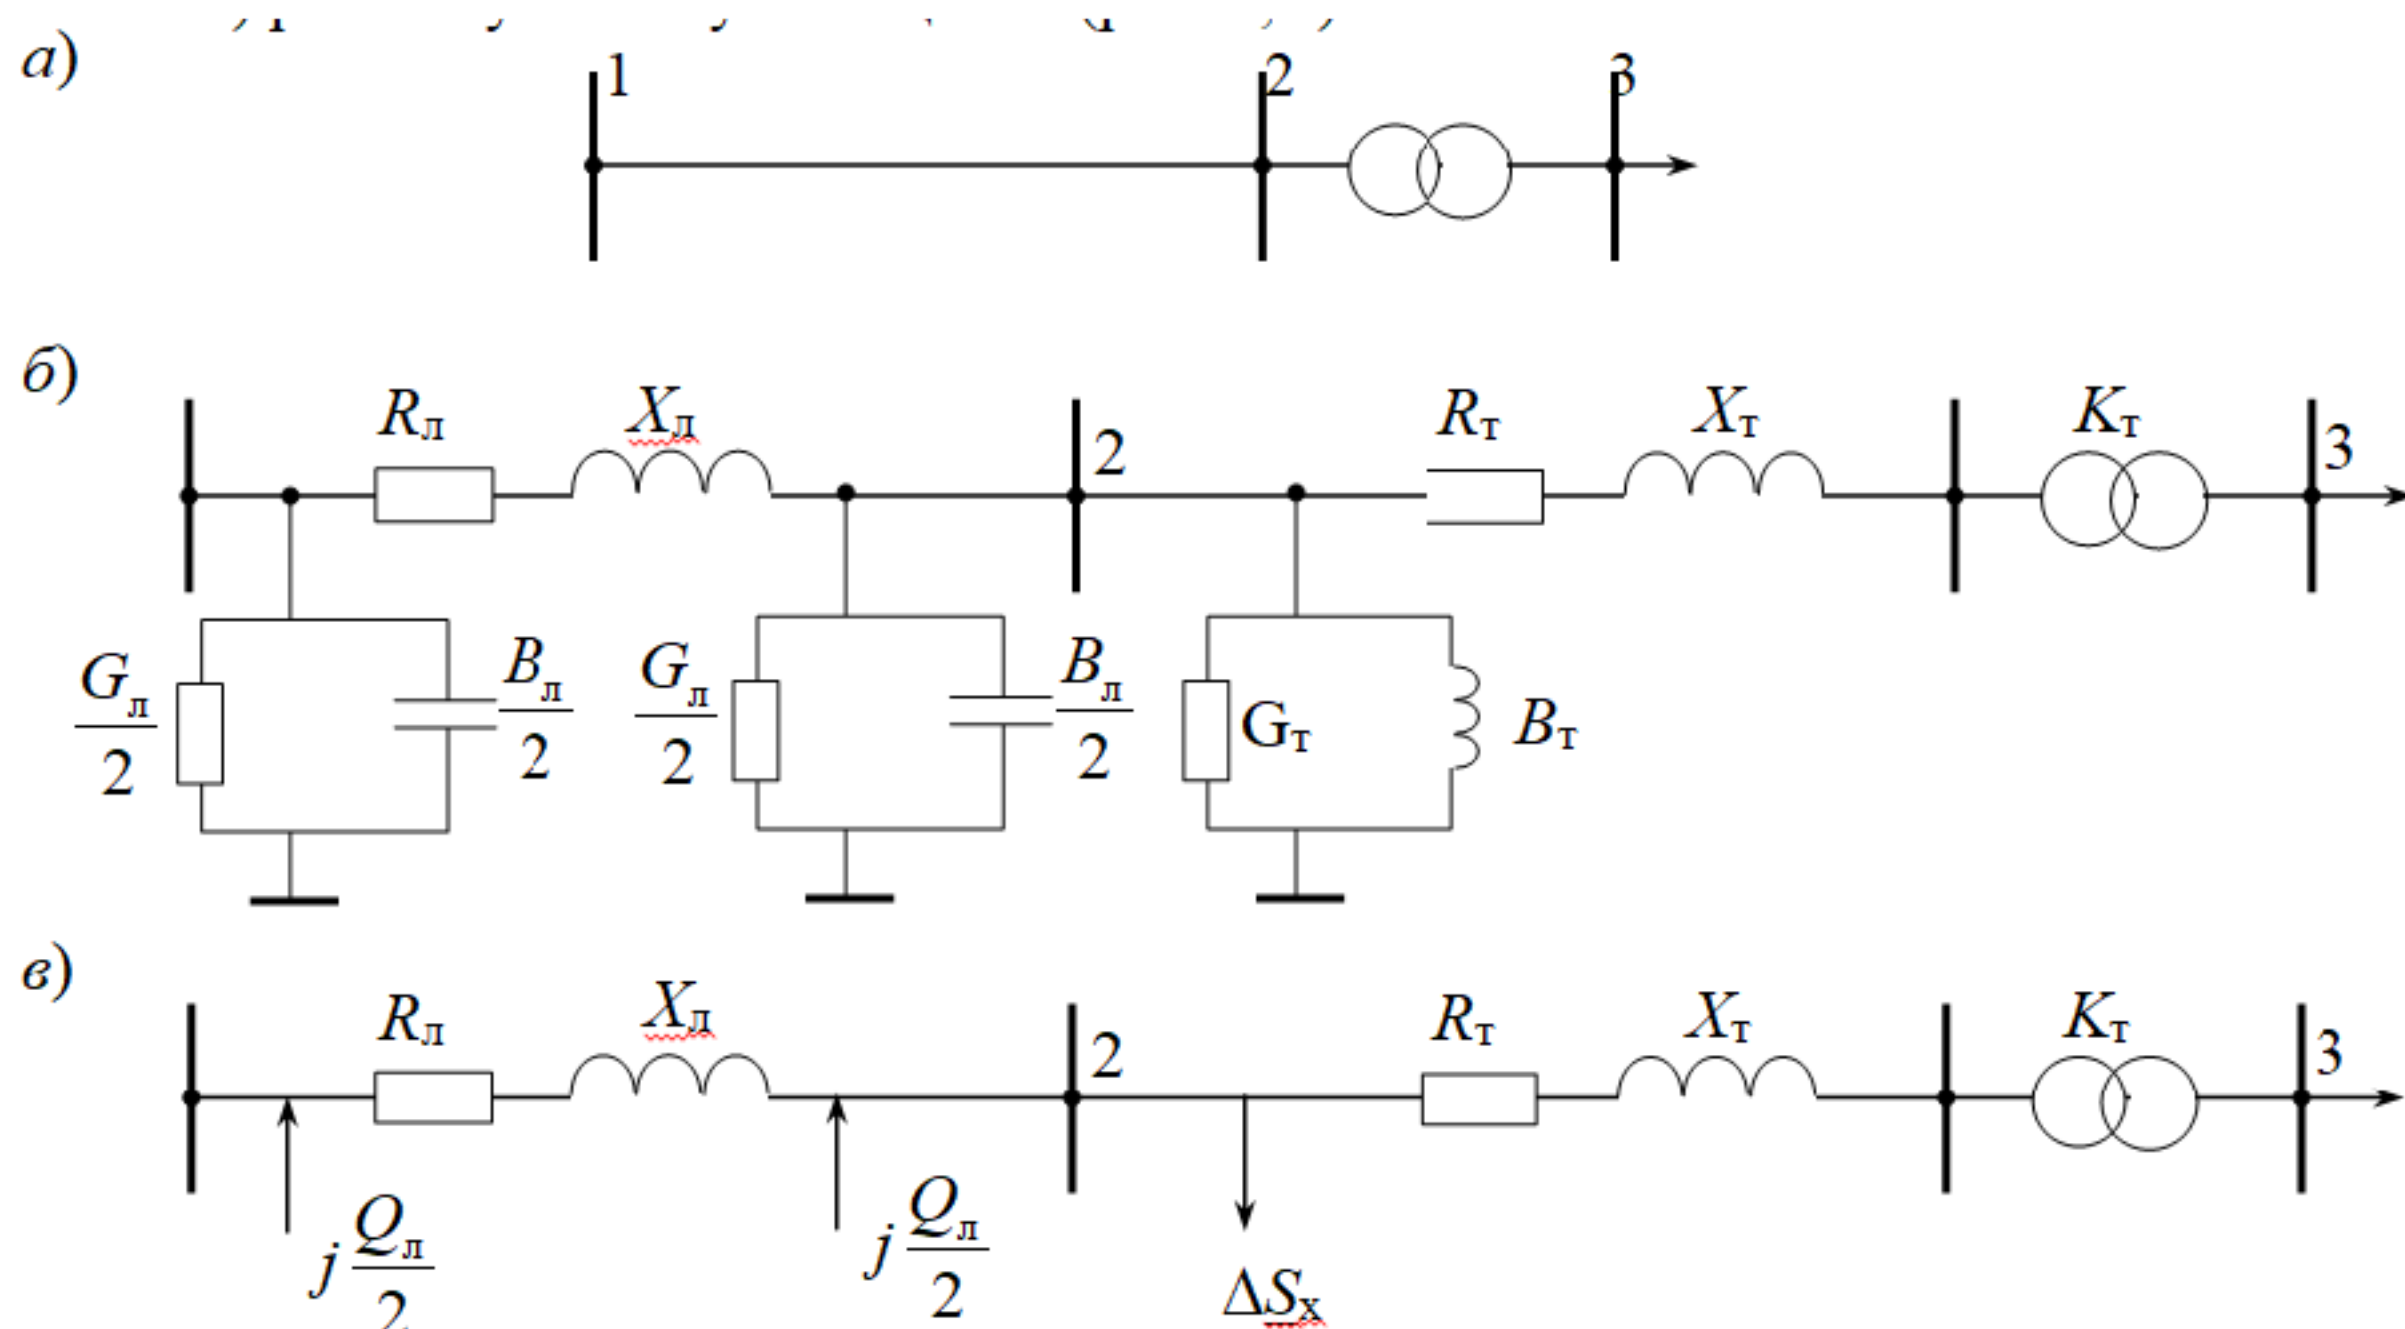

Рис. 1. Схемы сети: а – принципиальная; б – замещения; в – расчетная
Пользуясь исходными данными, выполните расчёт заданной на рис. 1 электрической сети. Выполнить:
На рис. 1, а изображена принципиальная схема сети, состоящая из линии и понижающего двухобмоточного, трехобмоточного трансформатора или автотрансформатора.
- 2) однолинейную схему замещения с учетом эквивалентирования линий и трансформаторов (рис. 1, б);
- 3) расчетную схему замещения (рис. 1, в)
Найденные полные параметры нанести на схему замещения линии электропередачи и расчетную схему замещения (рис. 1, б, в) с учетом имеющихся параллельных цепей.
Для заданного в табл. 1 типа трансформатора выписать паспортные данные, определить параметры схемы замещения и расчетной схемы замещения (см. рис. 1, б, в):
Найденные параметры в табличной форме сопоставить с каталожными данными и согласовать с преподавателем. Найденные параметры нанести на схемы рис. 1, б, в (с учетом имеющихся параллельных трансформаторов).